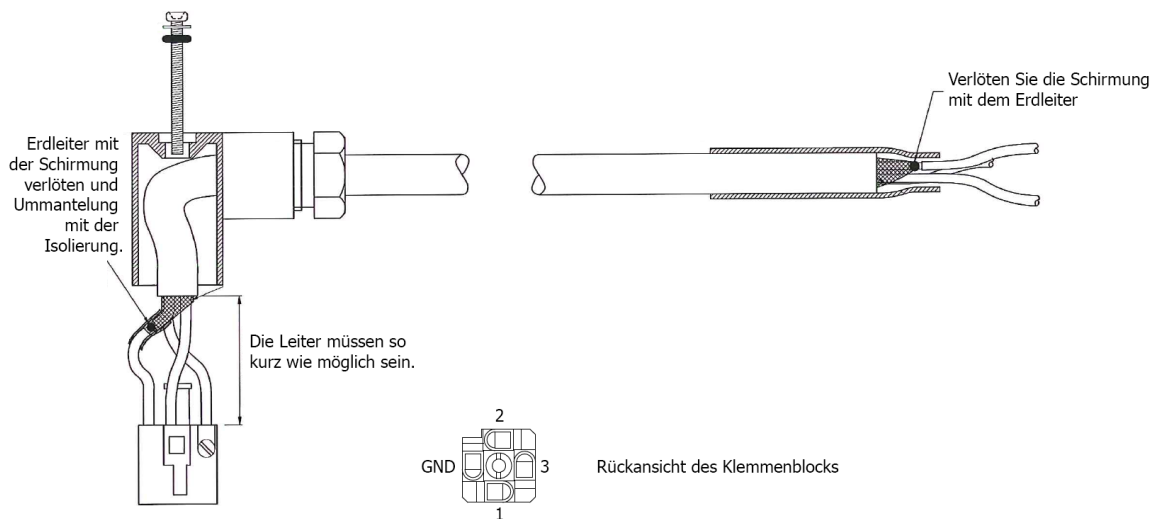

Abbildung 5 Kabelkonfektion
4. Das Kabel muss gemäß *Abbildung 5* montiert werden.